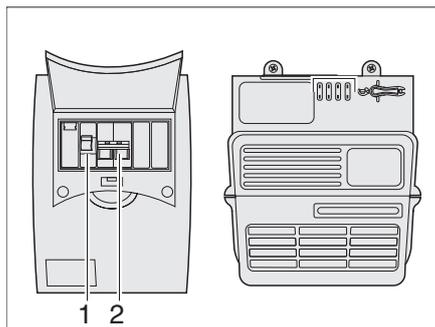

Fig. 98 Coffret de fusibles 230 V
Le fusible principal (Fig. 98,2) protège le courant d'entrée 230 V avec max. 10 A. En outre, un disjoncteur différentiel (Fig. 98,1) se trouve dans le coffret de fusibles.
- Activer et désactiver brièvement le disjoncteur de protection de circuit 230 V (voir Fig. 98) et l'interrupteur principal de la batterie (voir Fig. 92) pour interrompre le flux de courant.